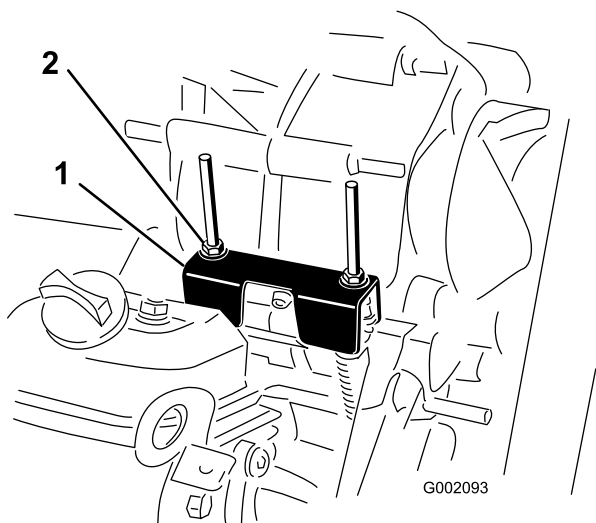

Bild 48
Wenn Sie regelmäßige Wartungsarbeiten und/oder eine Motordiagnostik durchführen, müssen Sie die Antriebsachse zunächst in den Leerlauf schalten (Bild 48). Der Schalthebel weist eine Leerlaufstellung auf, die den Leerlauf der Antriebsachse bestimmt. Treffen Sie die folgenden Maßnahmen, um sicherzustellen, dass der Schalthebel in der Leerlaufstellung die Antriebsachse auch richtig auf Leerlauf schaltet:
- Stellen Sie sicher, dass die Leerlaufhalterung in der Neutralstellung ist (mit der Kabelbefestigungshalterung unter der Ganghalterung nivelliert), indem Sie die Antriebskupplung drehen (Bild 48).
3. Drehen Sie eine der Sicherungsmutter (Bild 48), um einen Abstand von 0,762 mm bis 1,524 mm zwischen der Unterseite der Mutter bzw. Scheibe und der Leerlaufhalterung zu erhalten.